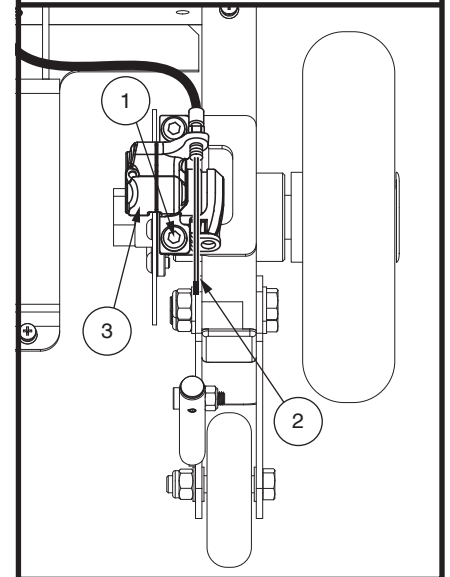

Figure 25. Réglage du câble de frein
2. Localisez le câble de frein à l'arrière du scooter près de l'étrier. **Voir la figure 25.**
5. Avec votre autre main, pincez les deux (2) leviers sur l'étrier. Utilisez des pincettes pour tirer le câble de frein.